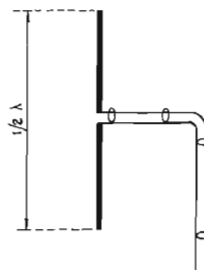

FIG. 3
On peut tourner cette difficulté en coupant le fouet demi-onde en son centre (basse impédance) pour y connecter le câble coaxial (Fig. 3). De toute façon, ce type d'antenne n'est pratiquement pas utilisé dans les équipements **mobiles** du fait des difficultés d'alimentation ou d'installation mécanique.
1. — Une remarque particulière est à faire concernant l'antenne 1/2 onde alimentée au centre, figure 3. Si l'on monte un plan de terre efficace sous l'antenne et que l'on installe cette antenne de façon que son centre (points d'alimentation) soit exactement à une hauteur égale à $0,5\lambda$ au-dessus de ce plan, on obtient le même gain et le même diagramme de rayonnement que dans le cas de l'antenne 5/8 d'onde. Mais cette hauteur par rapport au plan de terre est impérative. En conséquence, comme